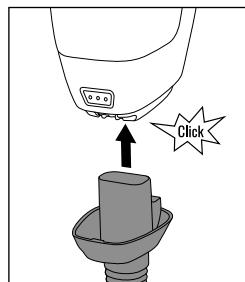

Fig. 8
- ◆ Insérez l'adaptateur de flexible d'aspiration 24 dans l'unité moteur 8, jusqu'à ce qu'il s'enclenche audiblement (voir fig. 8).